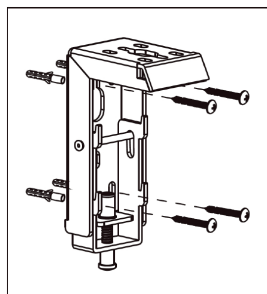

Figure 4
2. **Montage sur des structures porteuses en béton :** tracez les points de perçage à l'aide des équerres sur votre mur et percez des trous adaptés aux chevilles fournies. Les chevilles doivent être fermement insérées dans les trous. Si les chevilles entrent trop facilement dans les trous, cela signifie que les trous sont trop grands et qu'il faut utiliser des chevilles et des vis de diamètre supérieur ou percer de nouveaux trous. Insérez complètement les chevilles dans les trous et vissez les équerres à l'aide des vis fournies, tel qu'indiqué dans les figures 4 et 5.